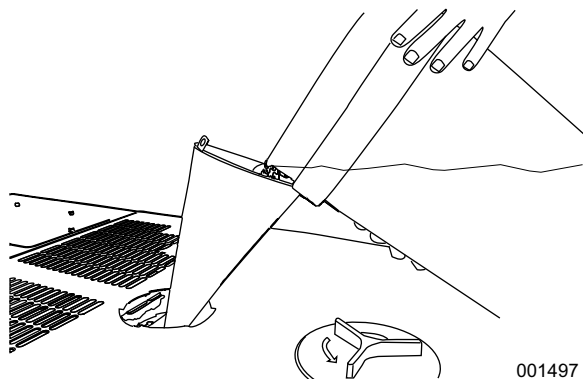

Figura 9. Cómo añadir refrigerante
28. Vea la **Figura 9**. Vierta refrigerante lentamente en la garganta de llenado hasta que el radiador esté lleno.